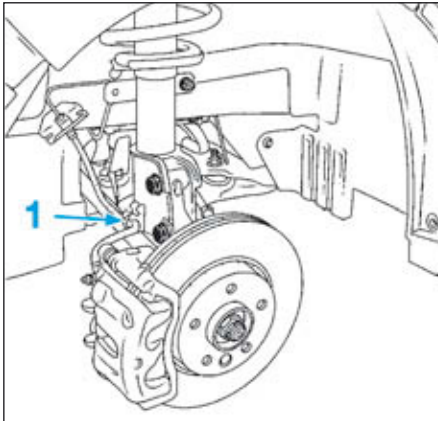

FIG.1
- le flexible de frein (1) de l'amortisseur (Fig.1),